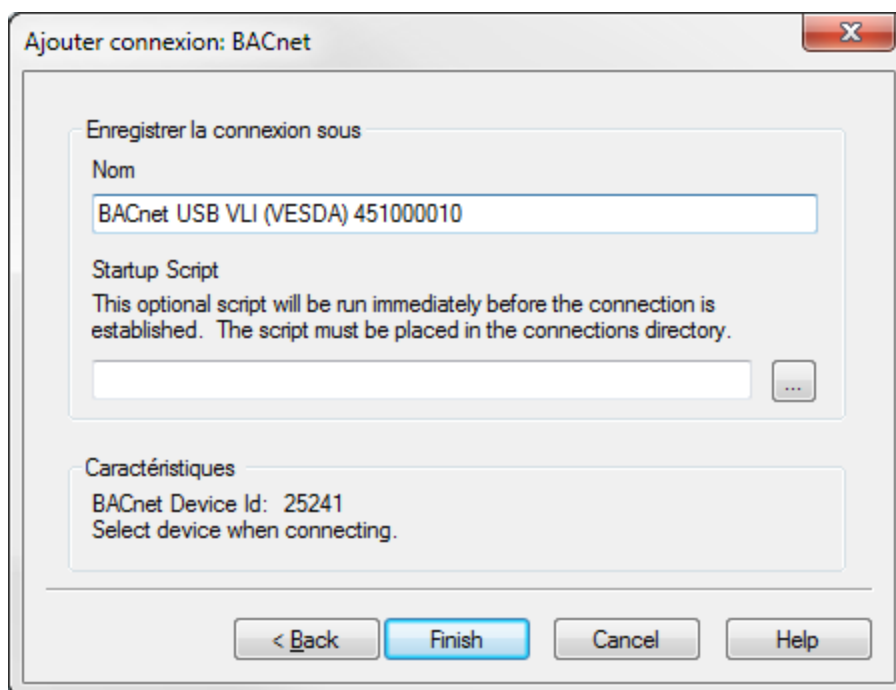

Figure 5-6: Saisie du nom de la connexion
7. Saisissez un nom unique pour la connexion ou acceptez celui généré automatiquement, puis cliquez sur Terminer (Figure 5-6).